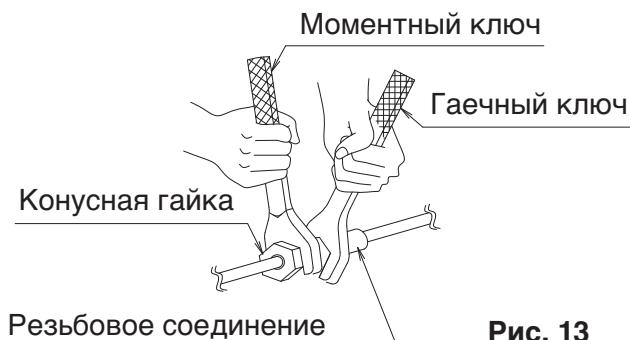

Рис. 13
- При подключении трубопроводов к кондиционеру обязательно используйте гаечный ключ и моментный ключ с ограничением по крутящему моменту, как показано на **рис. 13**.